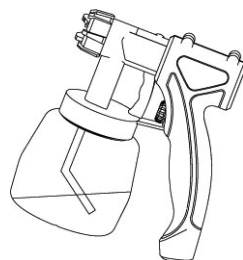

FIGURA 9.4
- Pulverización en objetos colocados de manera vertical: ajuste el tubo de alimentación hacia atrás (ver Figura 9.4);